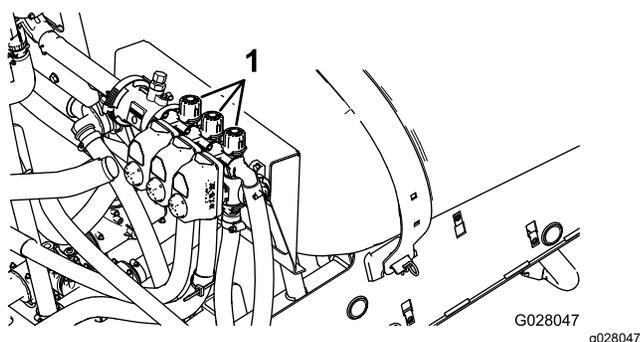

图 21
- 关闭左喷洒臂段并调节喷洒臂段旁通旋钮 图 21 直至压力读数达到先前的调节水平通常为 2.75bar 或 40 psi。
- 调节右喷洒臂段旁通旋钮 图 21 直至压力读数达到先前的调节水平通常为 2.75bar 或 40 psi。
- 调节中间喷洒臂段旁通旋钮 图 21 直至压力读数达到先前的调节水平通常为 2.75bar 或 40 psi。